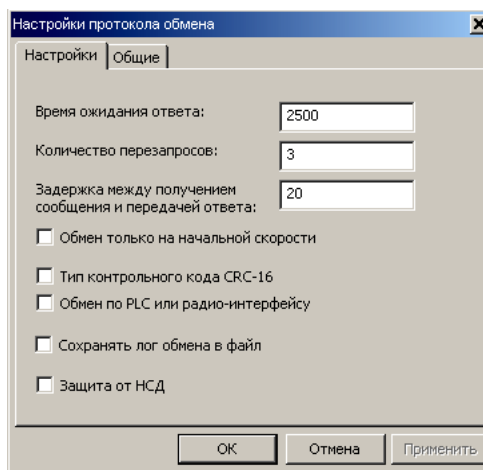

Рисунок 4.7 – Настройки протокола обмена «ГОСТ Р МЭК 61107-2001»
- 4.9** Выберите профиль настроек протокола обмена «ГОСТ Р МЭК 61107-2001» и нажмите кнопку «Свойства» на панели задач. В результате откроется окно редактирования настроек протокола обмена (рисунок 4.7).